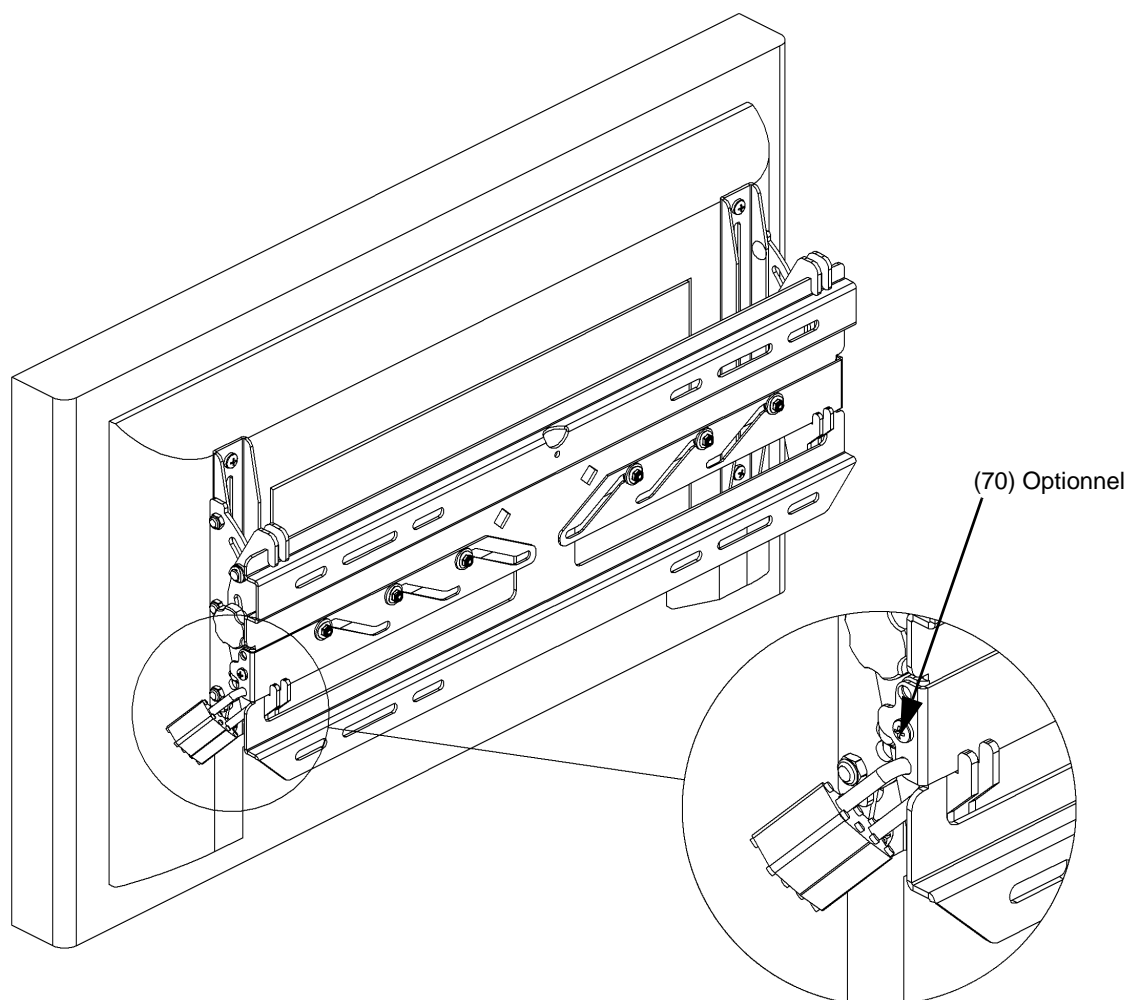

Figure 9. Installer l'écran
3. Vous pouvez éventuellement installer des vis auto-taraudeuses (70) et/ou des cadenas (non fournis) pour optimiser la sécurité (voir la Figure 9).